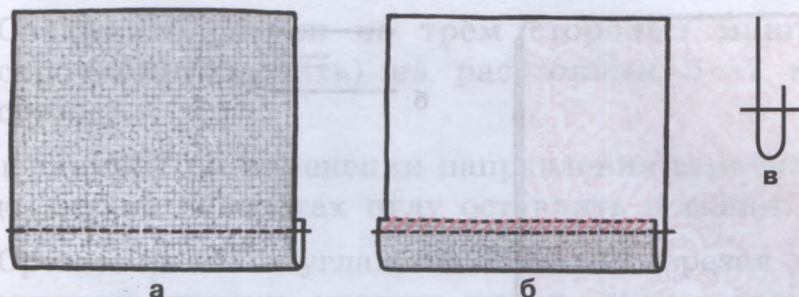

Рисунок 63. Шов вподгибку с открытым срезом:
Шов вподгибку с открытым срезом (рисунок 63) относится к краевым швам.
1. Рассмотрите рисунок 63.